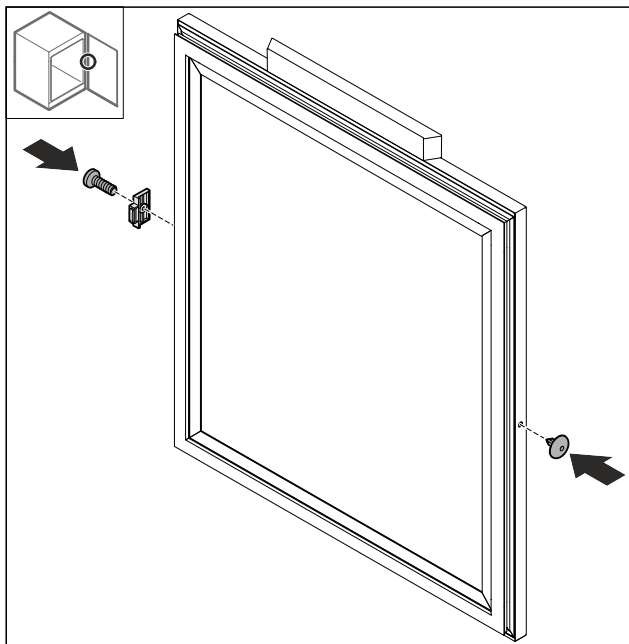

Fig. 76
- Τοποθετήστε το στοπ πόρτας Fig. 76 (1) υπό γωνία 180° στην απέναντι πλευρά.
- Τοποθετήστε το κάλυμμα Fig. 76 (2) στην απέναντι πλευρά.